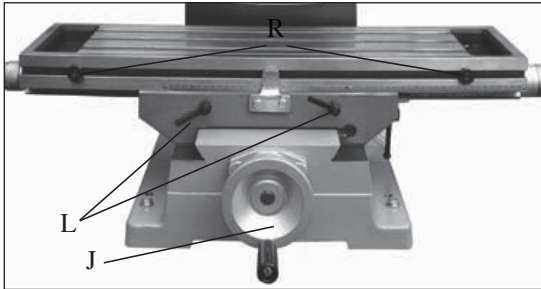

Bild 9
3. Justere bordets anslag (N-fig. 9) når du stiller inn materlengden. Vri moturs noen omdreininger, skyv den horisontalt og lås den i ønsket posisjon.